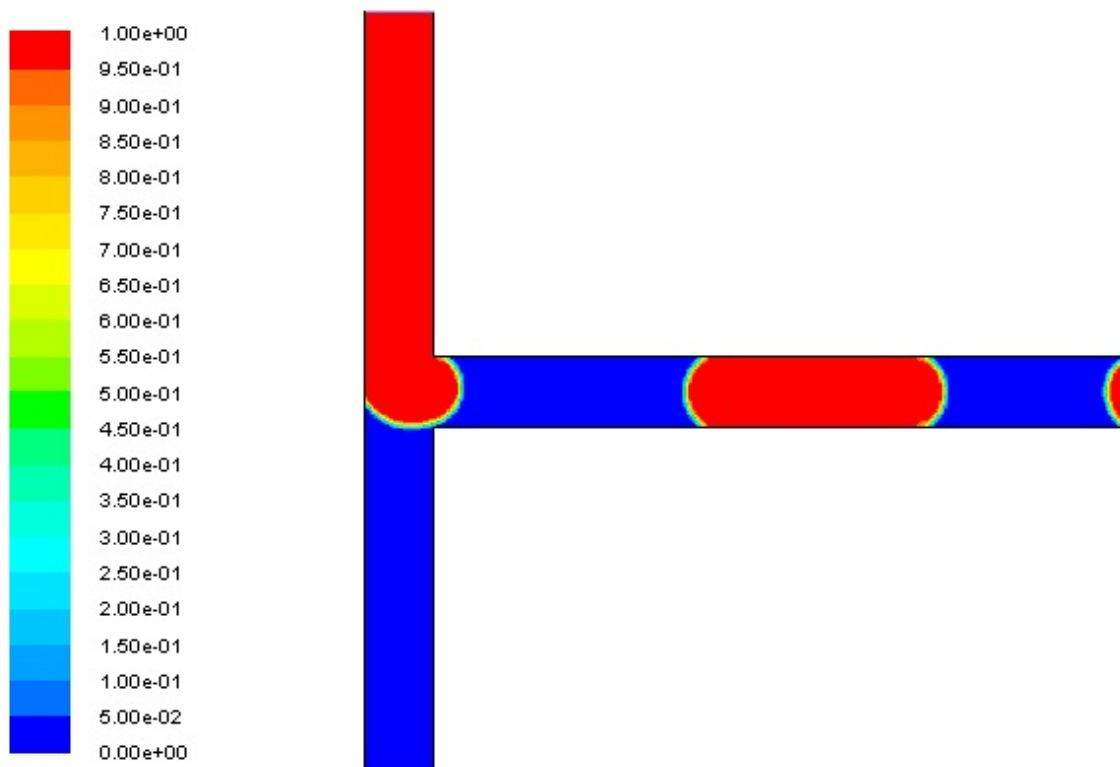

図 26 スラグ流の計算結果の例
- 計算が終わったら、Results → **Graphics and Animations** → Graphics の中の **Contours** → **Set Up** → Contours of のところで **Phase • Volume fraction • 相** を指定して、各相体積分率の Contour を表示してスラグ流が形成できていることを確認する。たとえば図 26 のようになる。